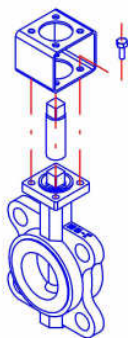

Рис. 07
2. Соединить при помощи винтов брекеты и адаптер, см. Рис. 07.